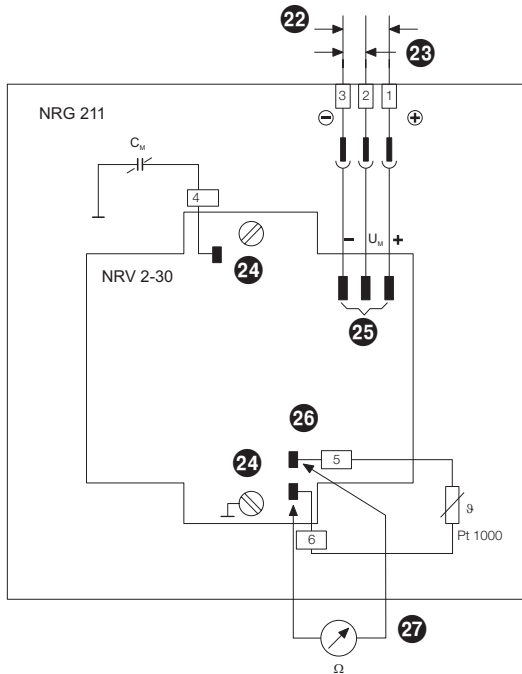

Fig. 5
Schließen Sie die Abschirmung nur einmal am Niveauschalter NRS 2-4 an. Belegen Sie die Klemmleiste gemäß dem Anschlußplan. **Fig. 5**
5. Im Kontakteinsatz 21 Anschlussklemmen gemäß Fig. 5 belegen.
Bitte prüfen Sie, ob die Niveauelektrode gemäß dem Anschlussplan angeschlossen ist (Fig. 5) und schalten Sie die Versorgungsspannung des Niveauschalters NRS 2-4 ein.
Prüfen Sie die Versorgungs- und Messspannungen der Niveauelektrode. Die Spannungen können an der Niveauelektrode oder am Niveauschalter gemessen werden. **Fig. 5**
- Verbindungsleitung zum Temperaturfühler 26 abziehen und Widerstandsmessgerät anschließen 27. **Fig. 5**
4. Befestigungsschrauben **24** herausdrehen und Elektronikmodul herausnehmen. **Fig. 5**